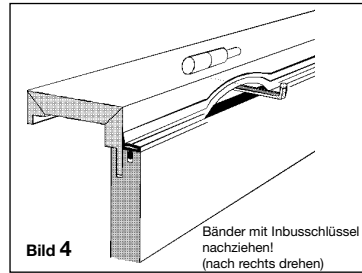

Bild 4
4. Mit einem 3mm Inbusschlüssel überprüfen Sie bitte, ob die Bandunterteile fest angezogen wurden. Desweiteren sind kleine Korrekturen nach Befestigung der Zarge an den Bandunterteilen möglich. (siehe Bild 4)